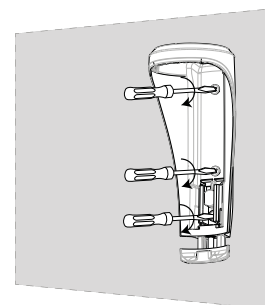

Figura 6:
4. Fije el soporte a la superficie de montaje con los tornillos. Consulte la Figura 6.